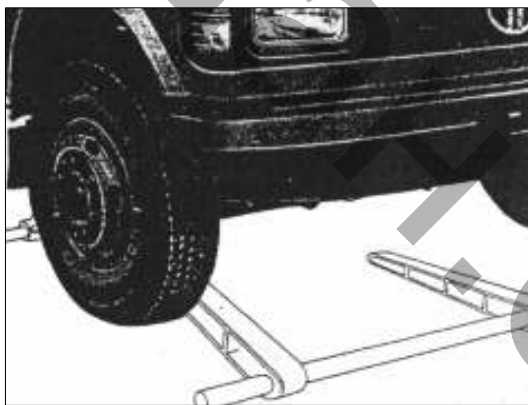

РИС. 299
- 1) Установите прибор для измерения схождения передних колес перед ними (см. рис.299), отрегулируйте высоту рычагов прибора для измерения схождения передних колес и установите колеса. Отрегулируйте ширину так, чтобы выступ на одном рычаге и выступ на другом касались внутренней стороны обода колеса.